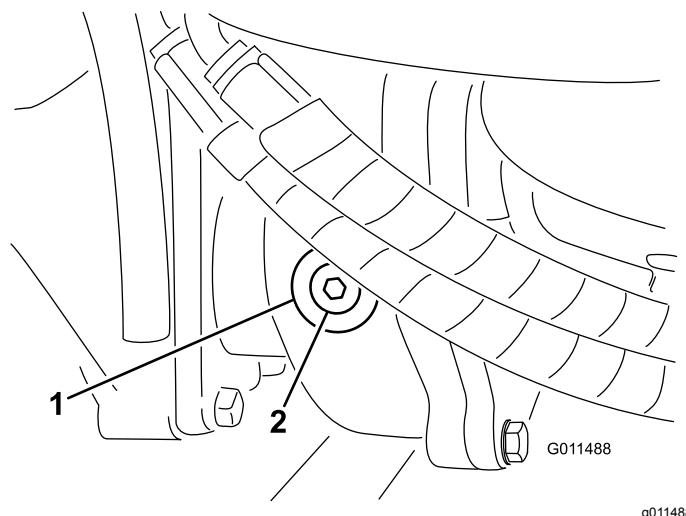

図 107
2. ギアボックスの左側から点検・補給用プラグを抜き、穴の高さまで潤滑油があることを確認する図 107。